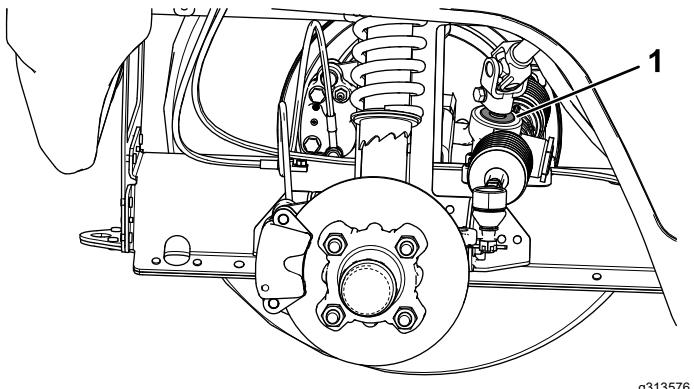

Рисунок 43
- Внимание:** Проверьте состояние и надежность уплотнения вала ведущей шестерни (Рисунок 43).